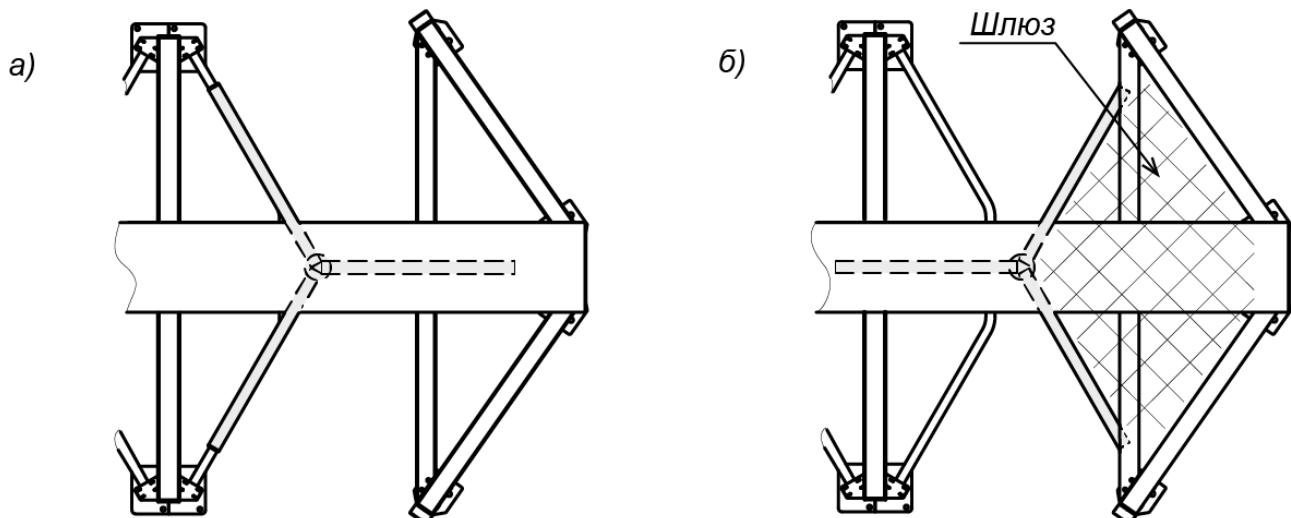

Рисунок 22. Исходное положение створок ИУ турникета (вид сверху):
- Сориентируйте секцию ротора турникета согласно выбранному режиму прохода через турникет (см. разд. 8.5, рис. 22) и с учетом совпадения граней верхнего вала ротора с гранями вала привода.
- **Стандартный** (см. рис. 22а). В исходном состоянии зону прохода перекрывает одна створка. Стандартный режим прохода через ИУ турникета рекомендуется использовать в тех случаях, когда нет особо жестких требований к контролю на пропускном пункте.
- **Шлюзовой1** (см. рис. 22б). В исходном состоянии зону прохода перекрывают две створки, образуя шлюз – часть зоны прохода через ИУ турникета, ограниченную секциями (6) формирователя прохода и двумя створками. Наличие шлюза дает возможность организации усиленного контроля доступа на объект. Шлюзовой режим прохода особенно эффективен для управления проходом людей на пропускных пунктах режимных предприятий, специальных учреждений и других объектов с особыми требованиями к контролю доступа.
3. Разверните ротор на 180° (рис. 22).